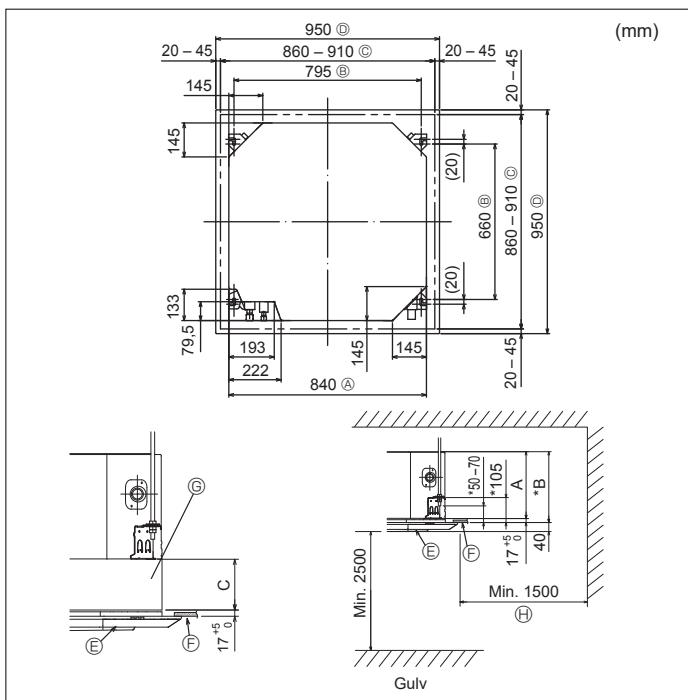

Fig. 3-2
3.2. Åbninger mod loft og placering for installation af suspensionsbolt (Fig. 3-2)
- Dimensionerne på åbningerne i loftet kan reguleres inden for det i Fig. 3-2 viste område. Hovedenheden centreres i forhold til åbningen i loftet, således at mellemrummet mellem enhedens sider og loftkanterne er ens på alle sider.